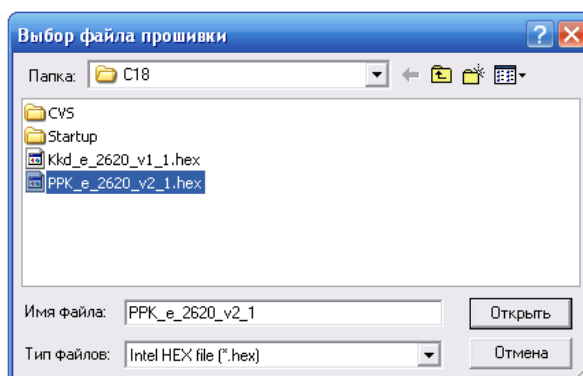

Рисунок 62 – Выбор файла программы ППК-Е
3. В появившемся окне выбора файла следует выбрать нужный файл обновления (см. Рисунок 62)